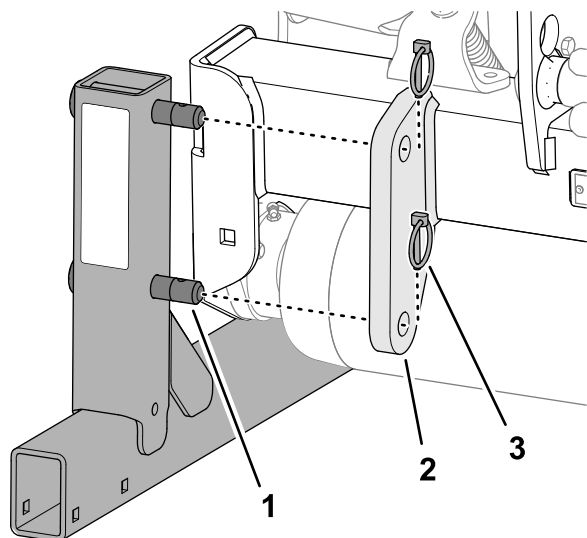

図 44
1. 保管用スタンドのピンをヒッチフレームおスタンドブラケットの穴に通す 図 44。
2. 保管用スタンドのピンをスタンドブラケットにリンチピン2本で固定する 図 44。